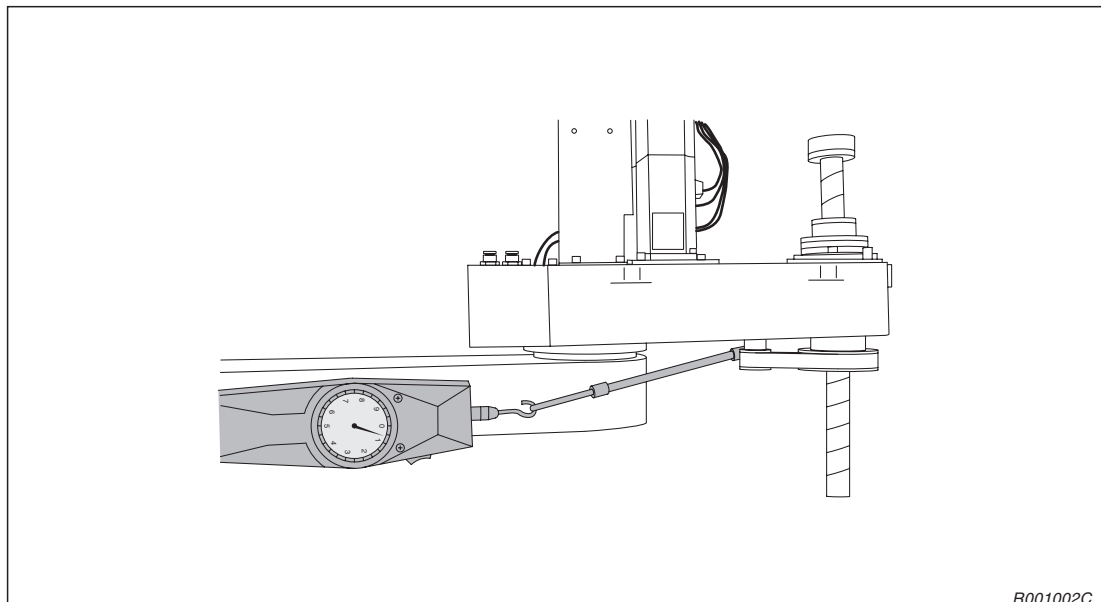

Abb. 5-6: Zahnriemenspannung des Antriebszahnriemens für die J4-Achse auf der Kugelumlaufspindel­seite
- ① Schalten Sie die Versorgungsspannung des Steuergeräts aus.
- ② Fixieren Sie die Zahnriemenscheiben beim Austausch des Antriebszahnriemens. Wenn sich die Stellung der Zahnriemenscheiben ⑤, ⑥, ⑧ oder ⑨ verändert, verschiebt sich die Grundposition des Roboterarms.
- ③ Lösen Sie die drei Installationsschrauben der Riemenspannrolle ③ und die beiden Motorbefestigungsschrauben ①, um die Antriebszahnriemen ⑦ und ⑩ zu entfernen. Behindert die Greifhand ein Wechseln des Antriebszahnriemens, demontieren Sie die Greifhand, bevor Sie den Zahnriemen wechseln.
- ④ Stellen Sie die Zahnriemenspannung wie oben beschrieben ein.
Eine höhere Einstellgenauigkeit der Zahnriemenspannung erzielen Sie, wenn Sie die Zugkraft an der Riemenspannrolle ④ mit Hilfe eines Vorspannungsmessgerätes für den Roboter RH-6SH auf 135 N und für den Roboter RH-12SH auf 115 N einstellen und anschließend die Riemenspannrolle wieder mit den Schrauben ③ befestigen (siehe Abb. 5-6).